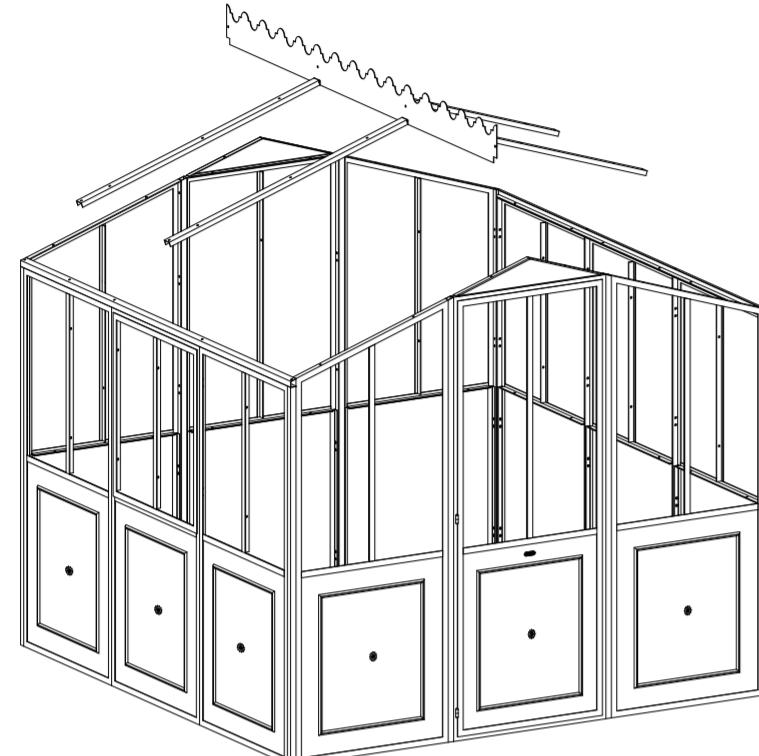

fig. 37
- GB** Position the frame formed from the "U" beams and the decorated beam (fig. 37 and 38) so that the free ends of the beams can be slid inside the gutter profiles (fig. 38).
- F** Positionner le squelette formé par les travées en "U" et la travée décorée (fig. 37 et 38) de façon que les extrémités libres des travées elles-mêmes puissent s'enfiler dans le vide des profils de gouttière (fig. 38).
- E** Posicionar el esqueleto formado por las vigas en "U" y la viga decorada (fig. 37 y 38) de modo que los extremos libres puedan introducirse en los perfiles canalón (fig. 38).
- D** Das aus den "U"-Profilen und dem Zierprofil bestehende Gerüst (Abb. 37 und 38) so positionieren, dass die freien Enden der Streben in den Leerraum der Traufenprofile gesteckt werden können (Abb. 38).